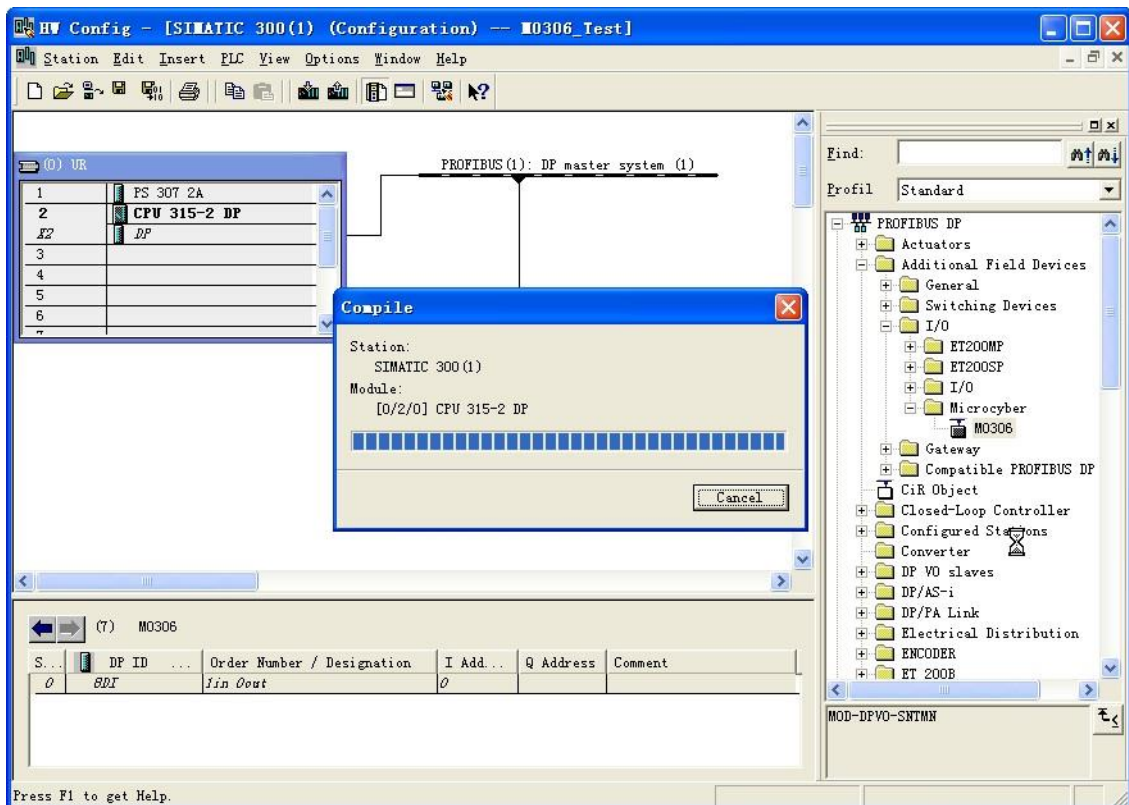

图 4.42 保存并编译
3) 至此, 组态就完成了, 然后可以保存并编译这些配置, 选择菜单项中的“Station→Save and Compile”选项或者按“Ctrl + S”快捷键进行保存和编译, 如果不出错会编译通过。如下图 4.42 所示: